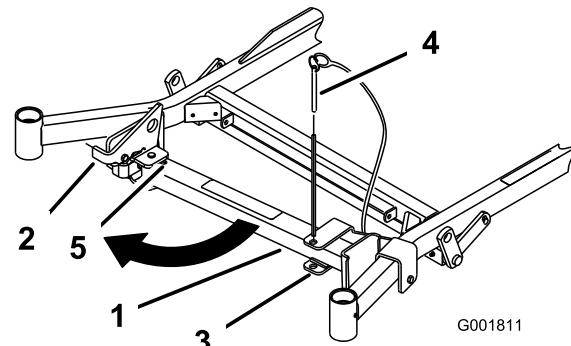
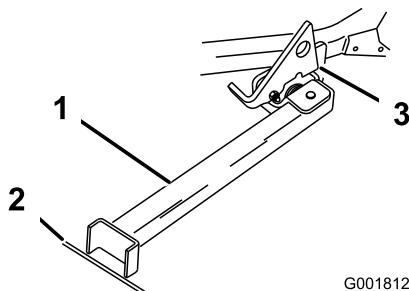

Bild 42
Bild 43
2. Nehmen Sie den Halterungsstift ab (Bild 42).
3. Heben Sie den Riegel an. Drehen Sie den Ständerfuß nach vorne heraus und schieben Sie den Ständer zur Maschine in den unteren Schlitz (Bild 42 und Bild 43).
6. Stellen Sie den Fuß auf den Boden und lassen Sie den Riegel auf der Drehnase aufliegen (Bild 43).
Hinweis: Stellen Sie den Ständerfuß am besten in Risse auf Gehwegen oder in der Rasenfläche (Bild 43).
8. Fahren Sie auf den Stand auf. Halten Sie an, wenn der Riegel über die Nase in die ARRETIERTE Stellung einrastet (Bild 43). Aktivieren Sie nach dem Auffahren auf den Stand die Feststellbremse und stellen den Motor aus.
7. Stellen Sie den Z Stand wieder in die RUHE-Stellung (Bild 42).